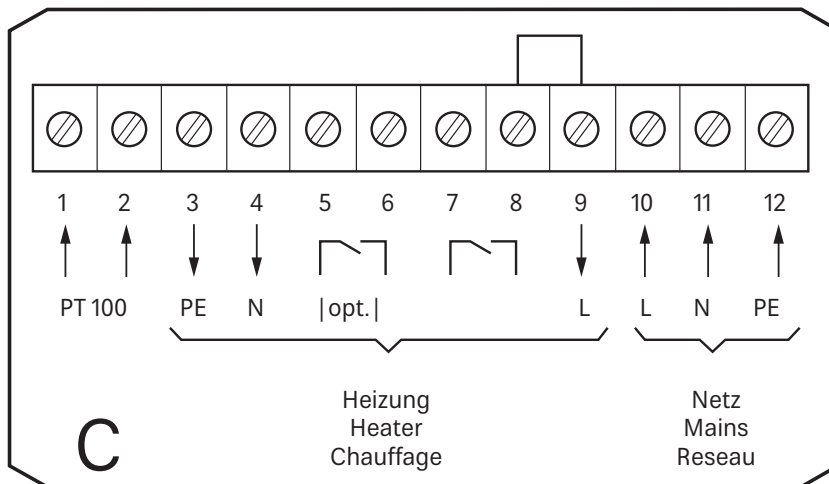
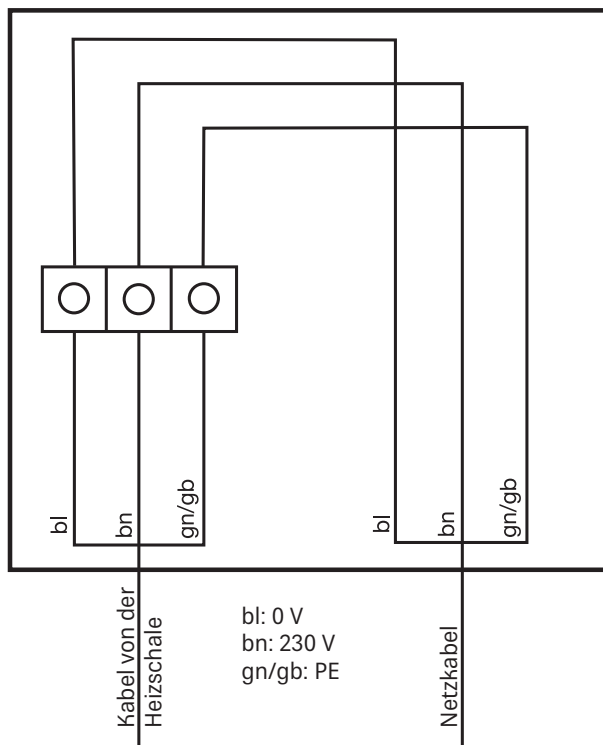

Abb. 1: Anschlussbelegung Temperatursteuerung ESO 005
Abb. 2: Anschlussbelegung bei Betrieb der Heizung ohne ESO 005
5. Bei Verwendung der Temperatursteuerung ESO 005 die Kabel gemäß Abb. 1 anschließen, bei Betrieb der Heizung ohne ESO 005 die Kabel gemäß Abb. 2 anschließen.